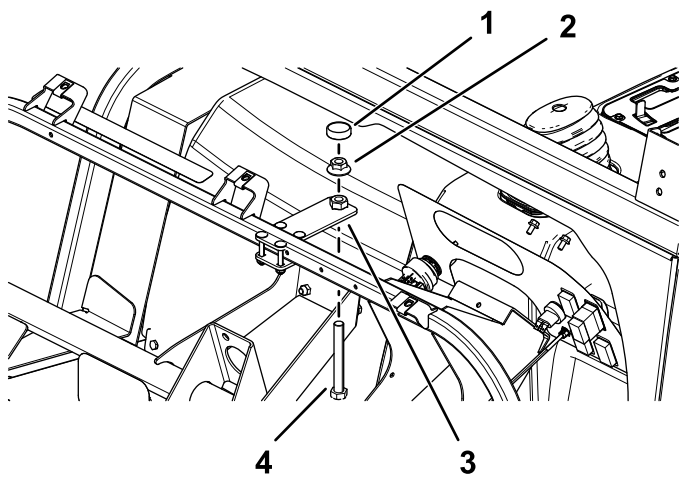

図 37
3. アジャスタプレートに、タップボルト $\frac{1}{2} \times 4$ "、フランジナット $\frac{1}{2}$ "、ストッププレートを取り付ける 図 37。